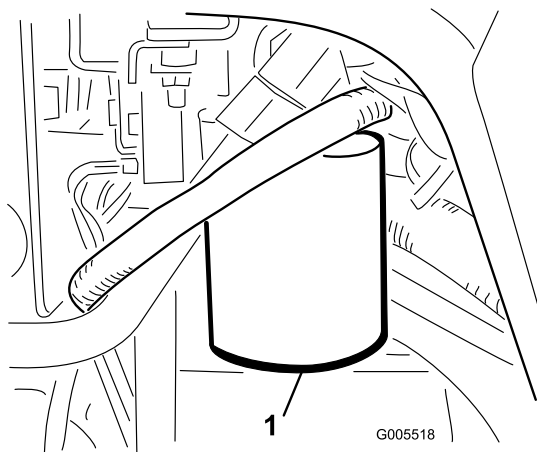

Bild 59
1. Reinigen Sie den Anbaubereich des Filters (Bild 59). Stellen Sie ein Auffanggefäß unter den Filter und entfernen den Filter.